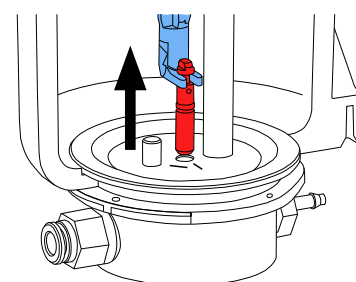

Рис. 11
- Дозирующее сопло вытянуть с помощью инструмента (Рис. 11).